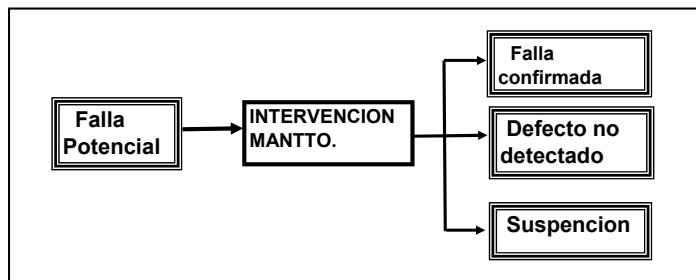

Figura 2
- PF falla potencial: (Ver figura 2)